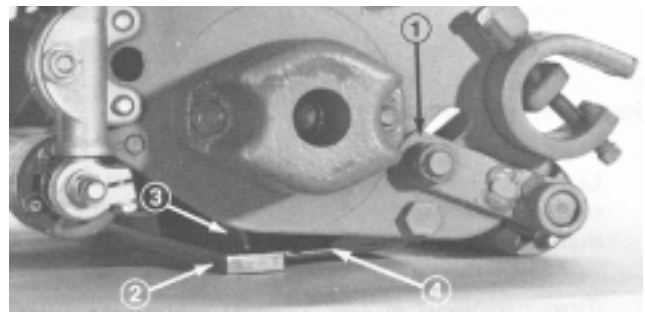

Bild 16
1. Montieren Sie die hintere Rolle und die Schnitthöhenhalterungen auf dem Mähwerk. Setzen Sie für Schnitthöheneinstellungen von 6 mm oder niedriger eine Halterung 3 mm vom unteren Ende des Schlitzes in die Seitenplatte ein. Ziehen Sie die Mutter auf der Kopfschraube fest. Lassen Sie die Halterung an der anderen Seite lose befestigt (Bild 16). Zentrieren Sie für Schnitthöheneinstellungen über 6 mm die Halterung im Schlitz und ziehen Sie die Mutter fest.
2. Stellen Sie eine 6 mm oder dickere Platte unter die Spindelmesser und gegen die Vorderkante des Untermessers (Bild 16).